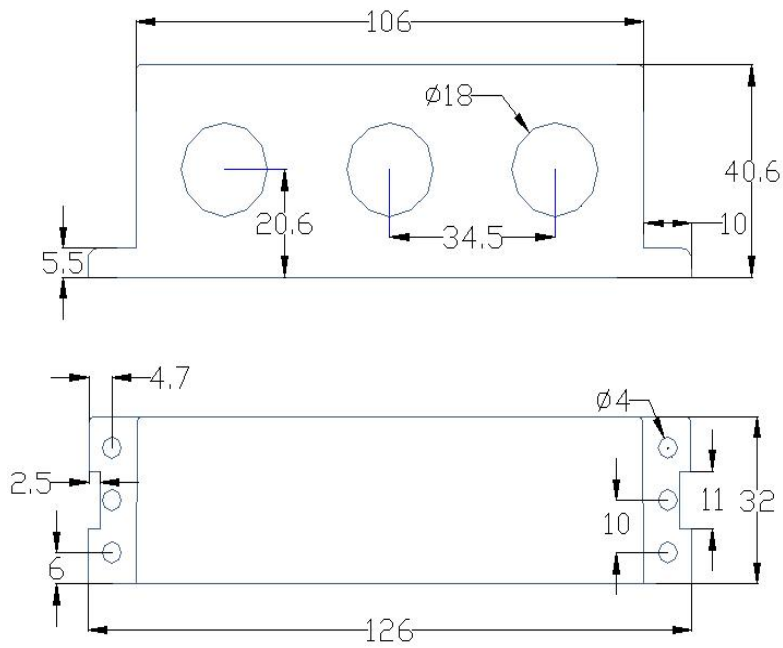

图9 100A及以下规格电流互感器外形尺寸
5.3.1 100A 及以下规格电流互感器外形尺寸如图 9 所示（单位：mm）：